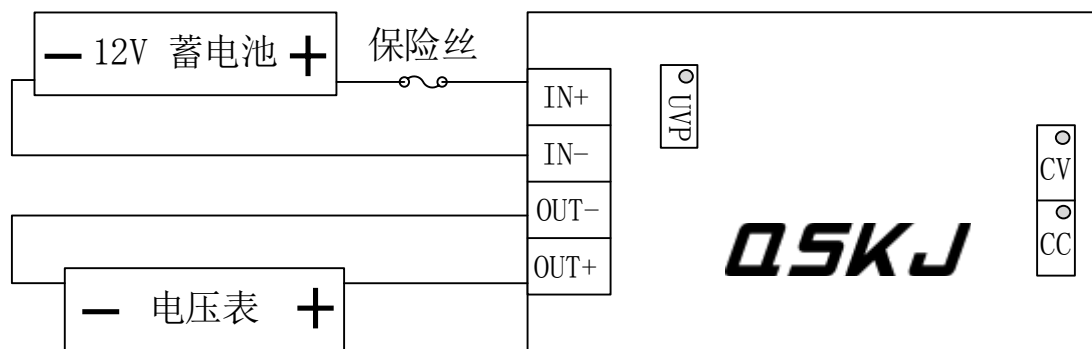

图 2
2. 用 12V 20AH 的蓄电池给模块供电，蓄电池的正极连接模块的 IN+，蓄电池的负极连接模块的 IN-。（如图 2 所示）